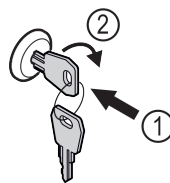

Fig. 157 Beispielhafte Darstellung
- ▶ Schlüssel hineindrücken Fig. 157 (1).
- ▶ Schlüssel um 90° im Uhrzeigersinn drehen Fig. 157 (2).